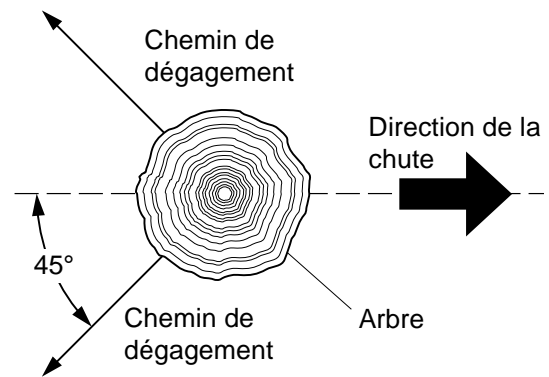

Figure 12 - Chemin de dégagement pour s'éloigner de l'arbre
3. Avant d'abattre un arbre, prévoir un chemin de dégagement et le dégager. Le prévoir à l'opposé de la direction de chute de l'arbre et à un angle de 45°. (Voir la figure 12.)